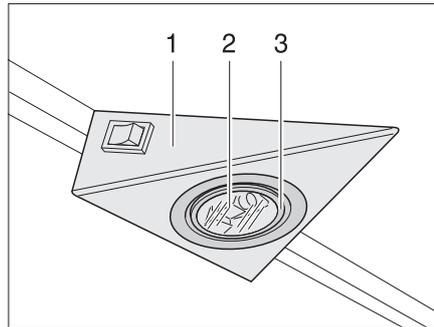
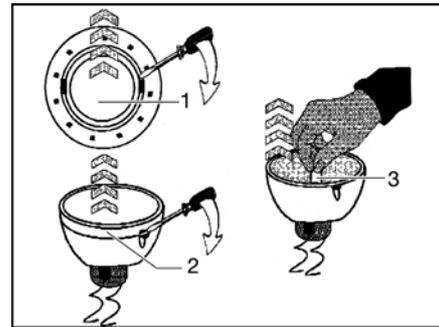

Bild 179 Halogeneinbauleuchte
Bild 180 Halogenlampe wechseln
Die Halogeneinbauleuchte ist in einem Gehäuse (Bild 179,1) versenkt eingebaut.
- Inneren Abdeckring (Bild 179,3 bzw. Bild 180,1) mit einem geeigneten flachen Werkzeug (z. B. Schraubendreher) vom Gehäuse lösen.
- Abdeckring mit der Glasscheibe (Bild 179,2) abnehmen.
- Halogenlampe (Bild 180,2) entfernen.